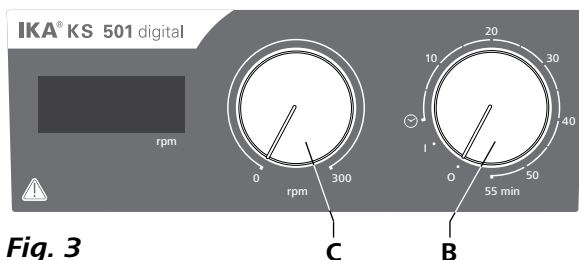

Fig. 3
- ☞ 开启仪器时，顺时针转动“**开/关**”和“**定时**”旋钮(B,见Fig. 3)至“**1**”位置。
- ☞ 开启仪器时，顺时针转动“**开/关**”和“**定时**”旋钮(B,见Fig. 3)至“☺”位置。
- ☞ 转动“**转速**”旋钮(C,见Fig. 3)设定马达转速。马达转速可在0到300 rpm范围内调整。